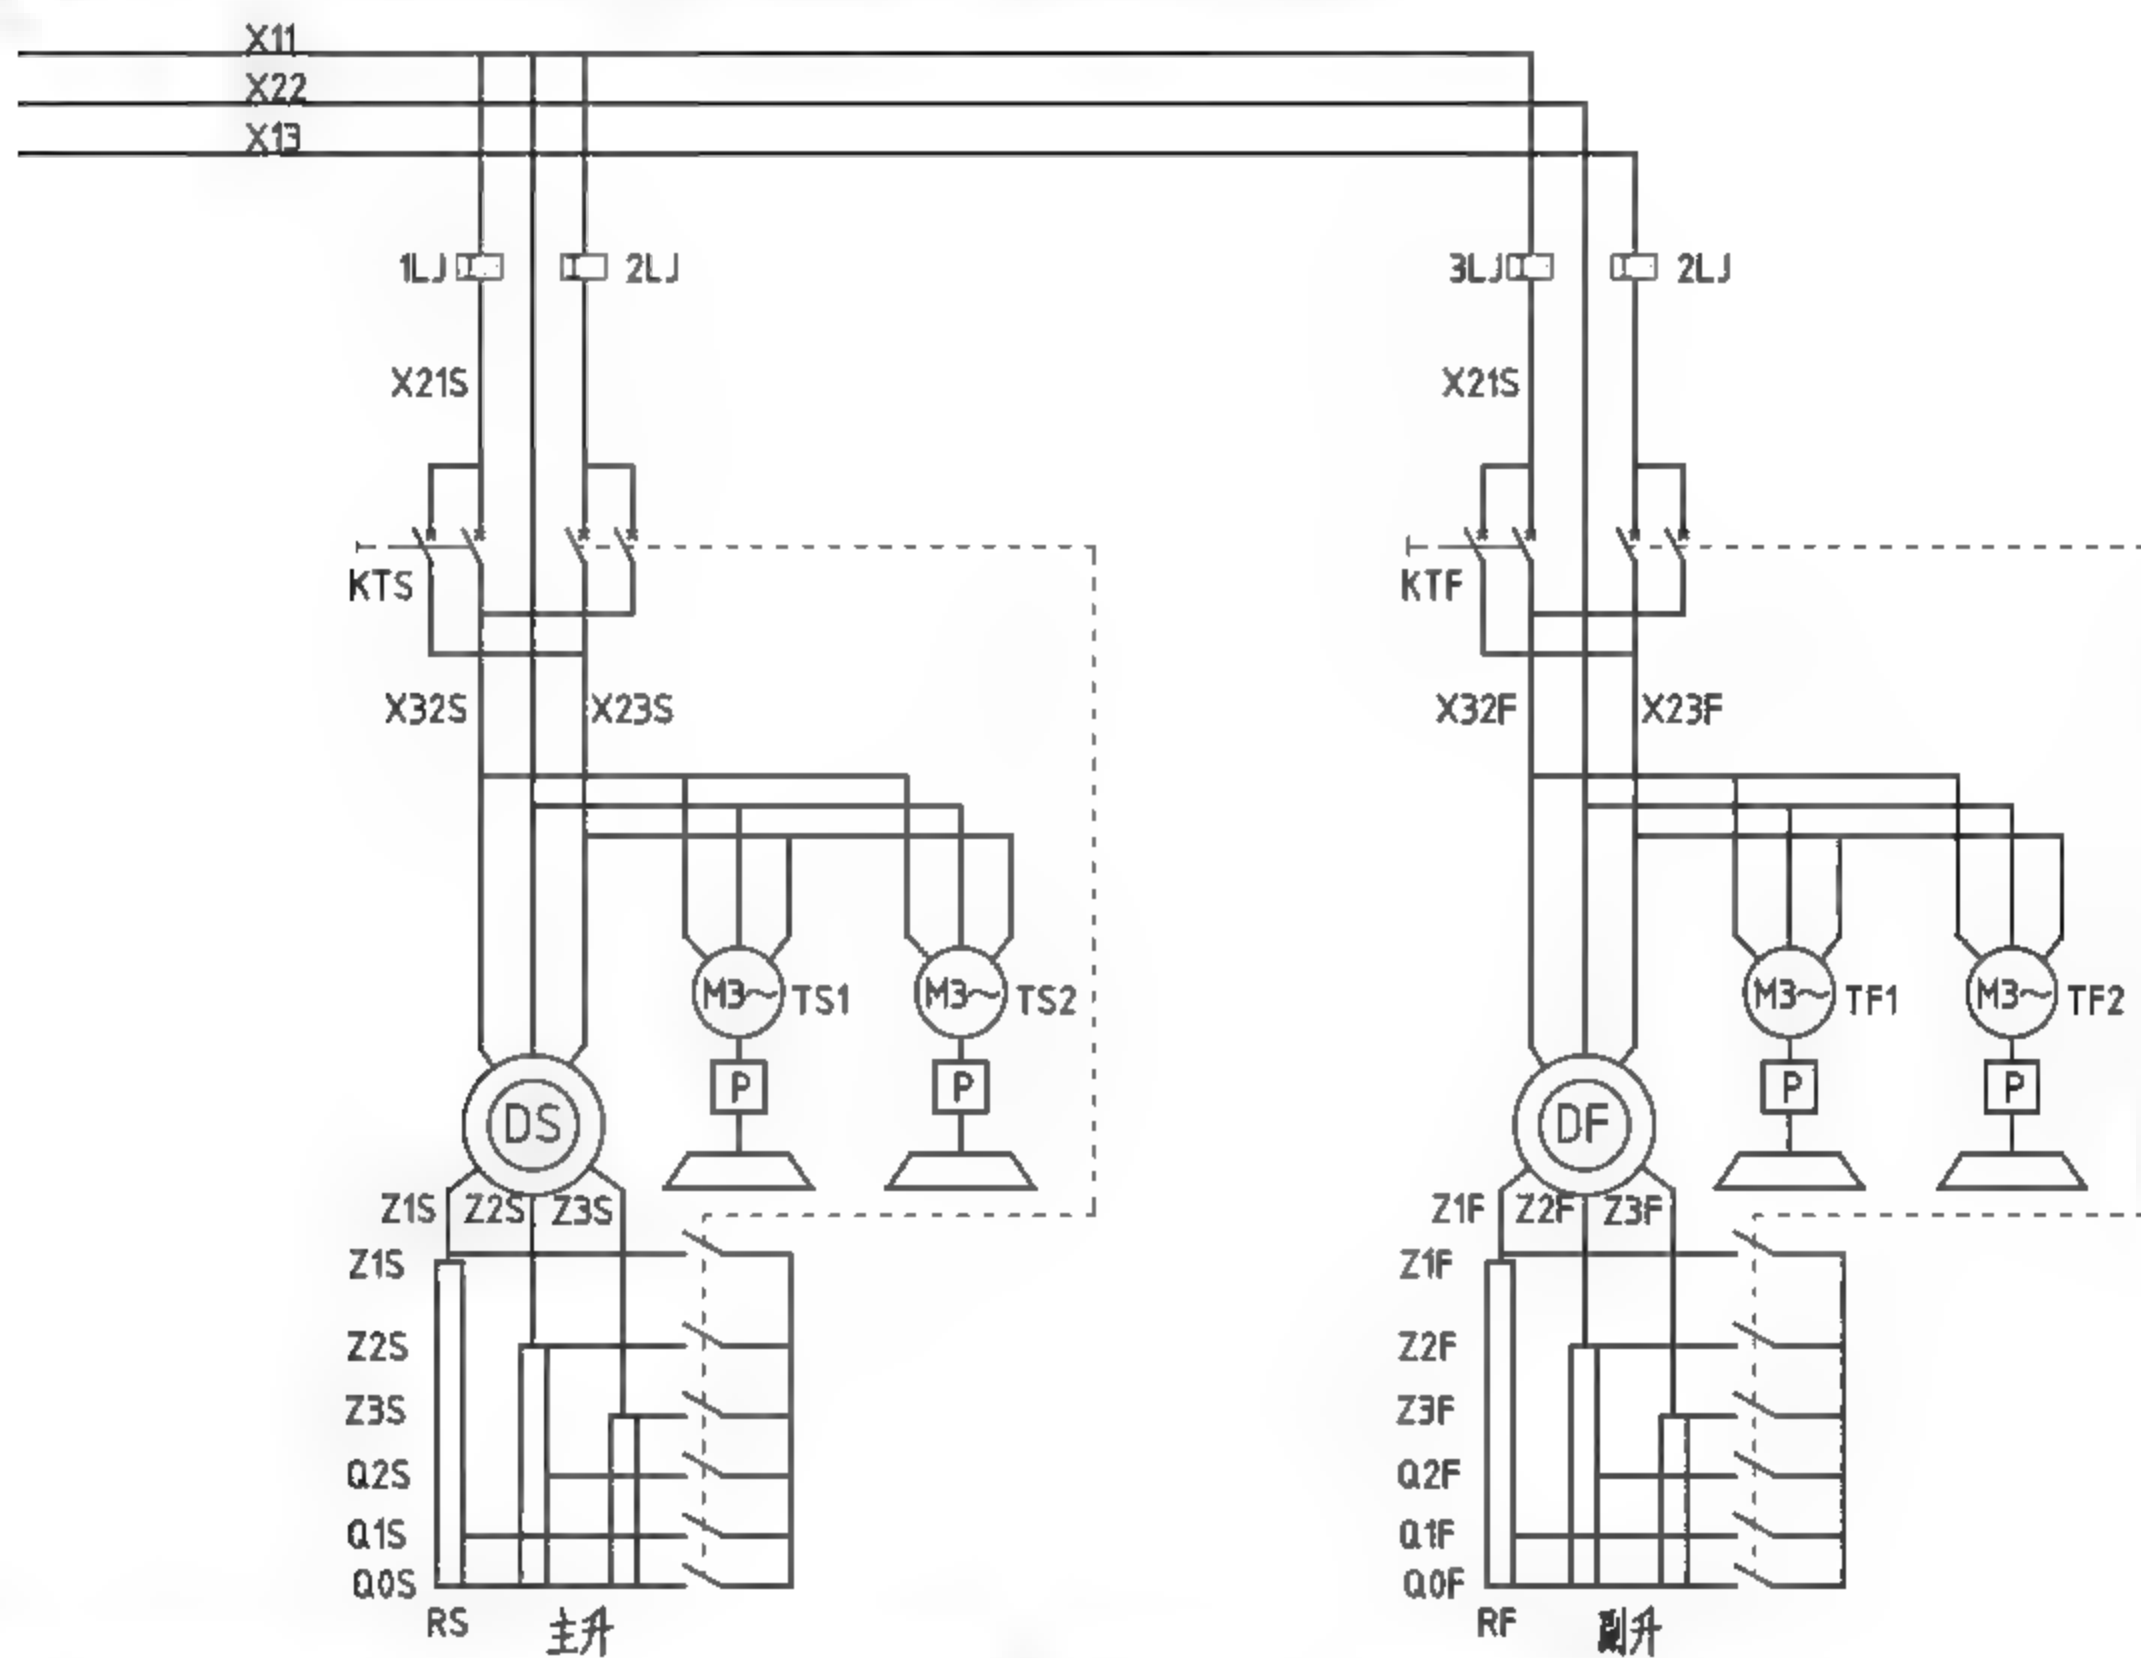

图11-18 标注文字
**01** 调用MT【多行文字】命令，绘制标注文字的结果如图11-18所示。